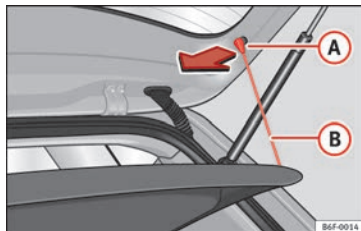

Abb. 165 Im Gepäckraum: Gepäckraumabdeckung aus- und einbauen.
- Hängen Sie die Haltebänder » Abb. 165 (B) aus den Aufnahmen aus (A) aus.
- Hängen Sie die Haltebänder » Abb. 165  an der Heckklappe ein.